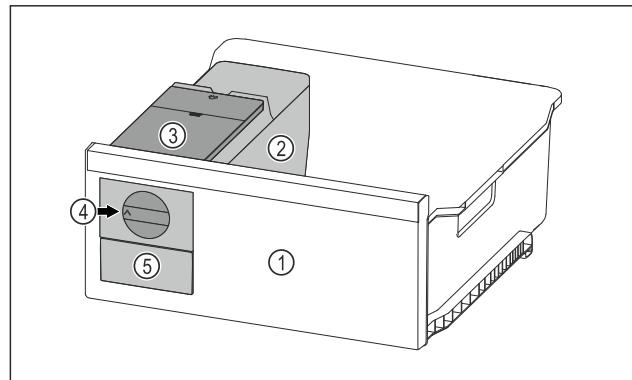

Fig. 70 Ілюстративне зображення
- Поворотну ручку Fig. 70 (4) повернути за годинниковою стрілкою до упору.
- Кубики льоду випадають із ванночки для кубиків льоду у висувний ящик для кубиків льоду Fig. 70 (5). Якщо не всі кубики льоду виймаються з ванночки для кубиків льоду: